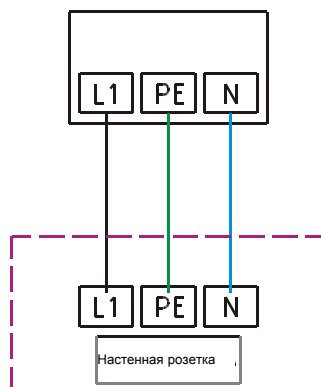

Рис. 4
4.1 Подключение к сети (Рис. 4)
К рис. 4: Цвет кабеля не имеет значения. **Важным является число жил для клеммной колодки.**